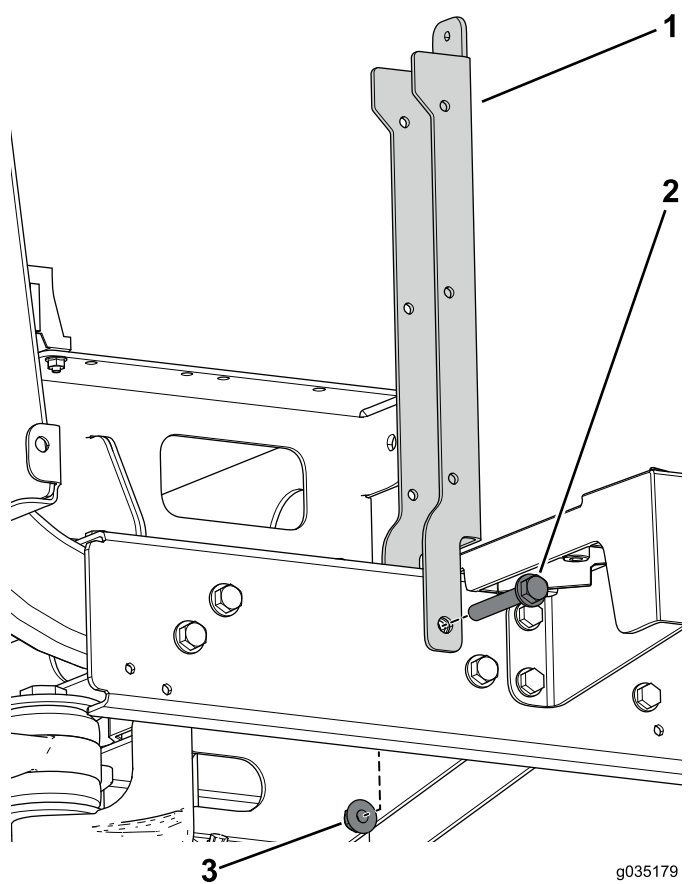

Figure 85
4. Fixez le support de siège à l'aide du boulon à embase (3/8" x 2 1/2") et de l'écrou à embase (Figure 85).